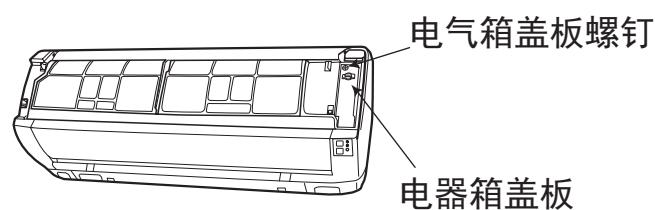
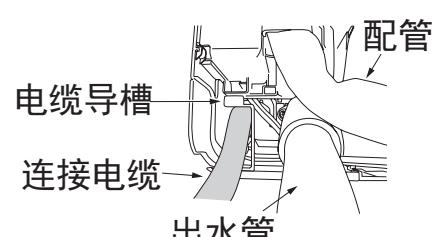

图14-2
图14-3
(2) 打开面板，拧下电气箱盖板固定螺钉，取下电气箱盖板。（如图14-2）
(3) 电线连接顺序
- 将连接电缆穿过电缆导槽从风室下盖板处穿出至电气箱接线端子处。（如图14-3）
- 连接电缆连接结束后，用螺钉将接线盖板固定（如图14-2）。
- 然后用手将面框右下角风室下盖板④、⑤处的勾子沿箭头相反方向推紧，装上面板，然后关上面板。